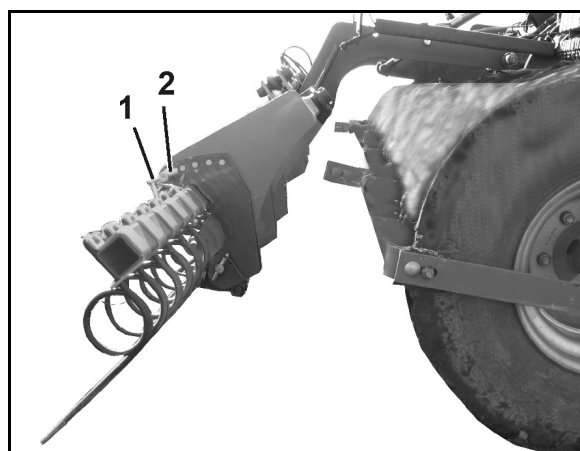

Fig. 42
- strigler (Fig. 42)
2. Løsn klapsplitten (Fig. 42/1).
3. Sæt indstillingsbolten (Fig. 42/2) i den ønskede position.